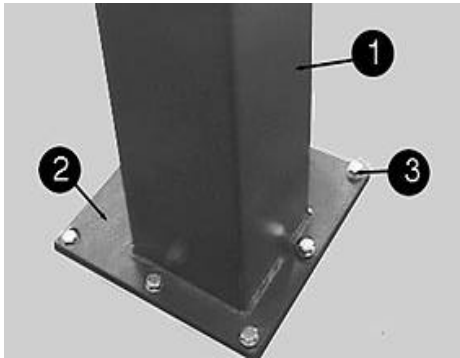

Fig 13: Fijación en el suelo
- Hacer las perforaciones en las bases de columna para la fijación con tornillos. (Fig. 13). Después limpiar los agujeros y hacer entrar los tornillos de fijación.